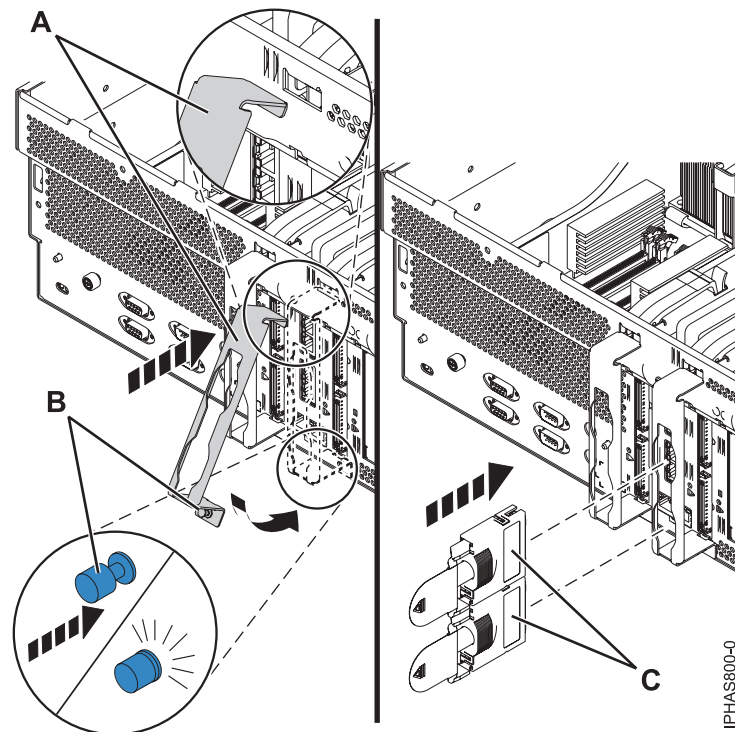

Abbildung 4. Installation der Kabelhalterung
15. Drehen Sie die Kabelhalterung (A) (siehe Abb. 4), um die obere Haltezunge der Halterung in den Schlitz in der Baugruppe einzuhaken.
20. Schließen Sie alle Netz- und Signalkabel wieder an die entsprechenden Anschlüsse an. Überprüfen Sie, ob die GX-Adapterkabel **(C)** (siehe Abb. 4 auf Seite 5) durch die entsprechenden Kabelhalterungen geführt werden, um eine zu starke Kabelbewegung zu verhindern.